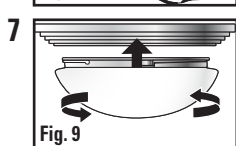

Fig. 9
- 7**  Tout en tenant le diffuseur dans les paumes de vos mains, appliquez suffisamment de pression sur le diffuseur pour le faire tourner dans le sens des aiguilles d'une montre jusqu'à ce qu'il se visse sur les filets du panneau de fixation de votre luminaire (**Fig. 9**). Ceci nécessitera à peu près 1/4 de tour. Assurez-vous que le diffuseur est vissé à fond sur le panneau de fixation de votre luminaire avant de cesser de soutenir le diffuseur avec vos mains. Remettez alors le boîtier électrique sous tension pour vous assurer que votre luminaire fonctionne correctement.